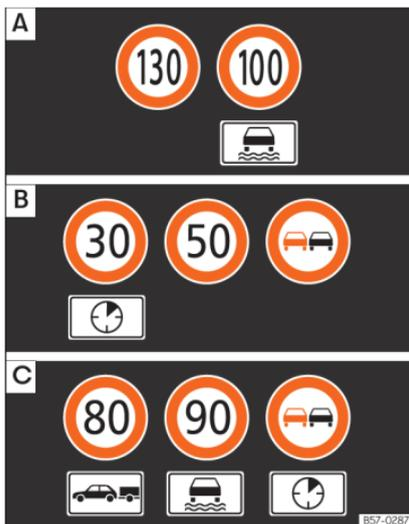

Abb. 70 Am Bildschirm des Kombi-Instruments: Beispiele für erkannte Geschwindigkeitsbeschränkungen oder Überholverbote mit den entsprechenden Zusatzzeichen.
Die vom System erkannten Verkehrszeichen werden am Bildschirm des Kombi-Instruments »» **Abb. 70** und je nach installiertem Navigati-
Bei eingeschalteter Verkehrszeichenerkennung erfasst das Fahrzeug die vor ihm befindlichen Verkehrszeichen über eine Kamera an der Basis des Innenspiegels. Nach Überprüfung und Auswertung der Informationen der Kamera, des Navigationssystems sowie der aktuellen Fahrzeugdaten werden bis zu drei aktuelle Verkehrszeichen  **Abb. 70**  mit den entsprechenden Zusatzinformationen angezeigt.
- **Erste Stelle:** Das für den Fahrer gegenwärtig gültige Verkehrszeichen wird auf dem Display links angezeigt. Zum Beispiel die Geschwindigkeitsbegrenzung **130 km/h (100 mph)**  **Abb. 70** .
- **Dritte Stelle:** An dritter Stelle steht ein Zeichen, das nur beschränkt gültig ist, zum Beispiel ein Überholverbot für einen bestimmten Zeitraum  **Abb. 70** .